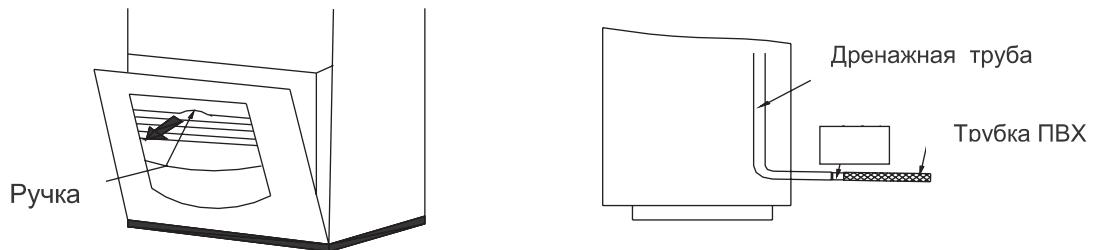

Рисунок 8.18- Подключение дренажной трубы
8.5.3 дренажная трубка подключается к специальному отводу и выводится наружу или в канализационную трубу (рис.8.18)